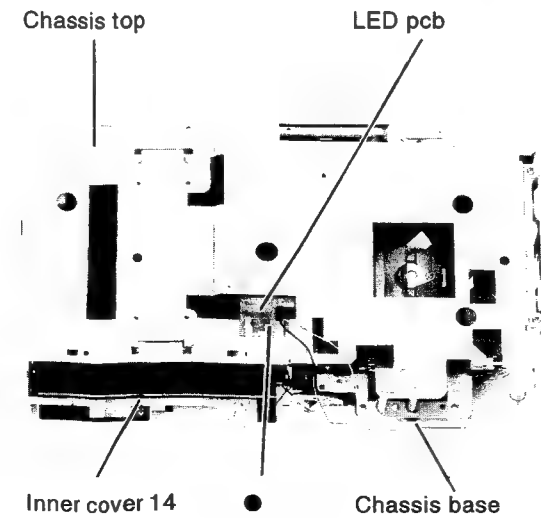

Fig 18
- LED pcb (Fig. 18).
- Switch pcb (Fig. 18).